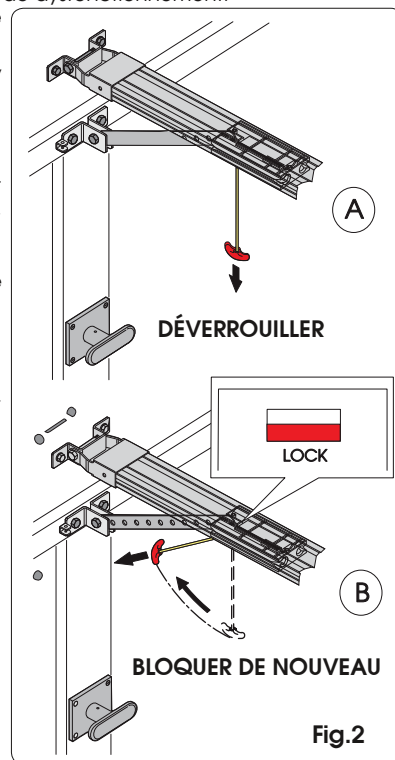

Fig.2
- Déverrouiller l'opérateur en tirant la poignée de déverrouillage vers le bas (Fig. 2 réf. A).
- Bloquer de nouveau l'automatisme en tirant la poignée horizontalement (Fig. 2 réf. B) et s'assurer qu'au relâchement, la fenêtre LOCK sous le chariot est de couleur rouge, confirmant le réarmement correct.